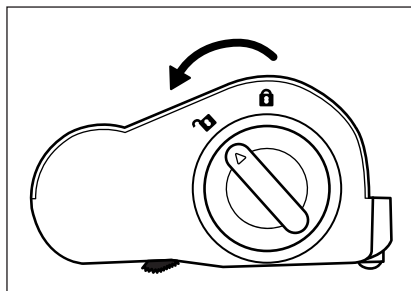

Fig. 26
- Déverrouillez le rouleau brosse **20** en faisant tourner le dispositif de déverrouillage du rouleau brosse **19** vers le symbole **11** (ouvrir) (voir fig. 26).